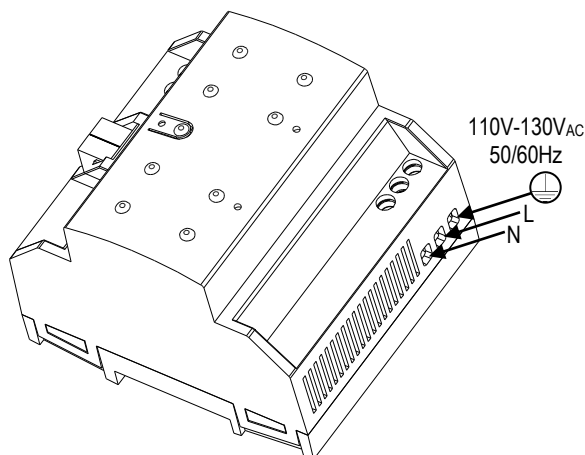

Abb. 2: ZPS320MPA110 Installation und Anschluß
- Die Netzleitung wird an die Klemmen L, N und SL angeschlossen, wie auf Abb. 2 dargestellt.